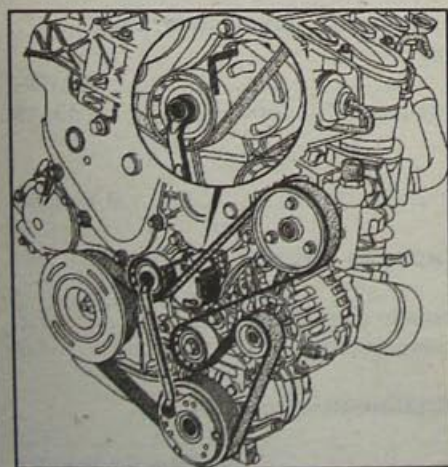

Рис. 4.1. Ослабление натяжения ремня привода вспомогательного оборудования
- Ослабьте натяжение ремня, накидным ключом повернув по часовой стрелке ось натяжного ролика и зафиксируйте ролик с помощью приспособления (рис. 4.1).